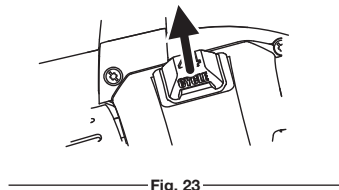

Fig. 23
- Ouvrez le couvercle de la bougie (Fig. 23).